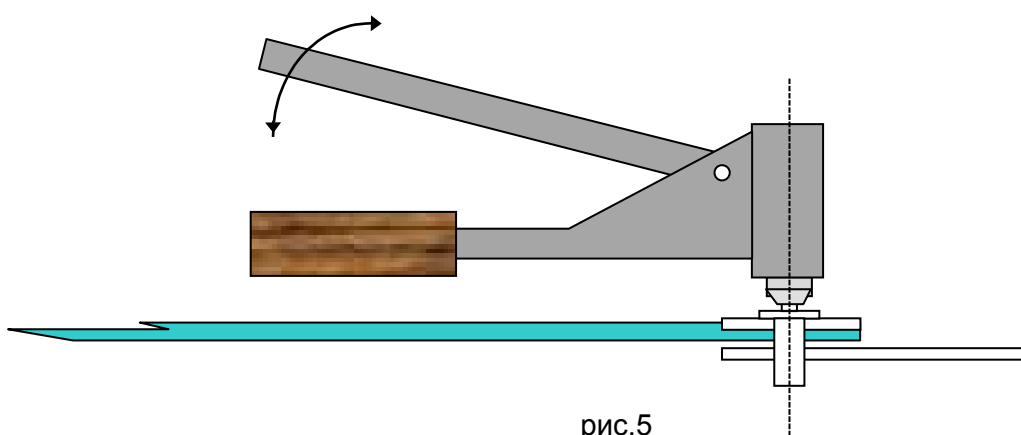

рис.5
2.4 Приклепать хвостовик к полосе, с помощью заклепочника рис.5.